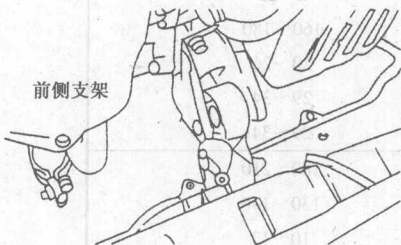
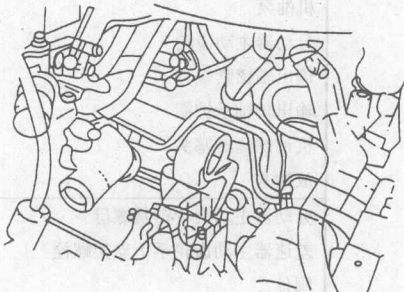

图 1.16 拆下前侧支架
图 1.17 拆下后侧支架
⑪ 拆下前侧支架，如图 1.16 所示。拆下后侧支架，如图 1.17 所示。